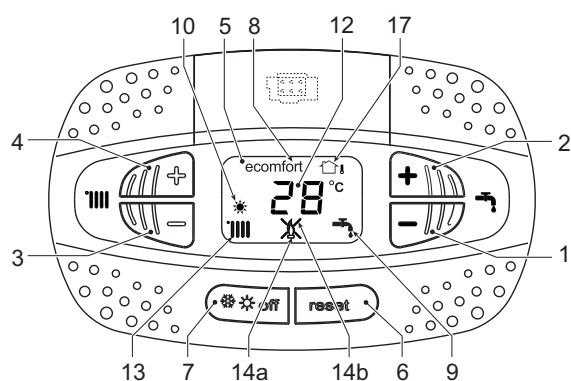
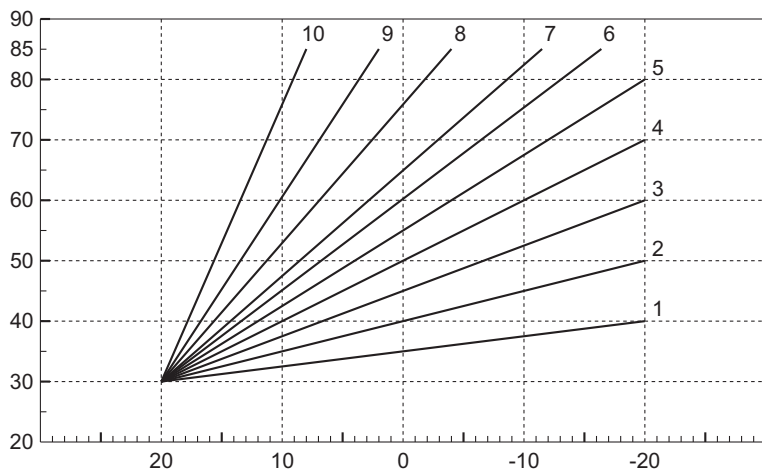

fig. 1- Controlepaneel
fig. 14- Compensatiecurven
Legende controlepaneel fig. 1
Het display (ref. 12 - fig. 1) toont de huidige CV aanvoertemperatuur en tijdens de wachttijd de indicatie "d2".
Het display (ref. 12 - fig. 1) geeft de huidige temperatuur van de SWW-tanksensor en de melding "d1" weer tijdens de SWW-wachttijd.
In het geval van een storing (zie paragraaf 3.4 “Problemen oplossen”), toont het display de foutcode (ref. 12 - fig. 1) en, tijdens de veiligheidswachttijden, de aanduidingen “d3” en “D4”.
Om de ketel uit te schakelen, drukt u meerdere keren achter elkaar op de knop winter / zomer / uit (ref. 7 - fig. 1) totdat de streepjes worden weergegeven.
Wanneer de ketel is uitgeschakeld, is de elektronische kaart nog steeds ingeschakeld. De werking van sanitair water en verwarming is uitgeschakeld. Het antivriessysteem blijft actief. Om de ketel weer in te schakelen, drukt u opnieuw op de winter / zomer / uit-knop (ref. 7 - fig. 1)..
Druk op de winter / zomer / uit-knop (ref. 7 - afb. 1) totdat het zomersymbool wordt weergegeven (ref. 10 - afb. 1): de ketel levert alleen sanitair warm water. Het antivriessysteem blijft actief.
Om de wintermodus opnieuw te starten, drukt u tweemaal op de knop winter / zomer / uit (ref. 7 - fig. 1).
Druk op de verwarmingsknoppen (details 3 en 4 - fig. 1) om de temperatuur in te stellen tussen 20 ° C (minimum) en 80 ° C (maximum)
Druk op de knoppen voor warm tapwater (ref. 1 en 2 - fig. 1) om de temperatuur te variëren van minimaal 10 ° C tot maximaal 65 ° C.
Het toestel kan door de gebruiker worden gedeactiveerd (ECO-modus) door 5 seconden op de winter / zomer / uit-knop (ref. 7 - fig. 1) te drukken. In de ECO-modus toont het display het ECO-symbool (ref. 12 - fig. 1). Om de COMFORT-modus te activeren, drukt u opnieuw gedurende 5 seconden op winter / zomer / uit (ref. 7 - fig. 1).
Met het principe "Schaalbare aanpassing" wordt de temperatuur die vooraf is geselecteerd door de verwarmingsknoppen (details 3 en 4 - afb. 1) de maximale systeemuitredetemperatuur. Het is raadzaam om de maximale waarde in te stellen, zodat het systeem de temperatuur over het gehele bruikbare werkbereik kan regelen.
Druk op de resetknop (ref. 6 - fig. 1) om toegang te krijgen tot het menu "Temperatuur wijzigen"; "CU" knippert 5 seconden op het display.
Druk op de SWW-knoppen (ref. 1 - afb. 1) om de gewenste curve in te stellen van 1 tot 10, afhankelijk van de karakteristiek (afb. 14). Als de curve is ingesteld op 0, is de veranderende temperatuurinstelling uitgeschakeld.
Druk op de verwarmingsknoppen (ref. 3 - fig. 1) om toegang te krijgen tot de parallelle beweging van de curven; "OF" knippert op het display. Druk op de toetsen voor sanitair warm water (ref. 1 - afb. 1) om de parallelle verplaatsing van de curven aan te passen aan de karakteristiek (afb. 15).
Druk op de verwarmingsknoppen (ref. 3 - fig. 1) om toegang te krijgen tot het menu "uitschakeling door buitentemperatuur"; de indicatie "SH" knippert op het display. Druk op de knoppen voor sanitair warm water (ref. 1 - fig. 1) om de blustemperatuur buiten in te stellen. Als deze op 0 staat, wordt de functie uitgeschakeld, het instelbereik varieert van 1 tot 40°C. Ontsteking vindt plaats wanneer de temperatuur van de buitenvoeler 2°C lager is dan de vooraf ingestelde temperatuur.
Druk nogmaals 5 seconden op de resetknop (ref. 6 - fig. 1) om het menu "Evolutieve temperatuur" te verlaten.